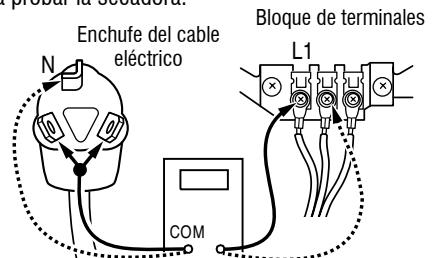

Figura 4: Conexiones entre enchufe y terminal para la secadora eléctrica
- Con un ohmímetro, verifique la continuidad entre la terminal neutra (N) del enchufe y el contacto central en el bloque de terminales. Consulte la Figura 4.
- De manera similar, compruebe qué terminal del enchufe está conectada al contacto ubicado en el extremo izquierdo del bloque de terminales y anótelos. Esto será L1 (cable negro) en el diagrama de cableado. Consulte la Figura 4.